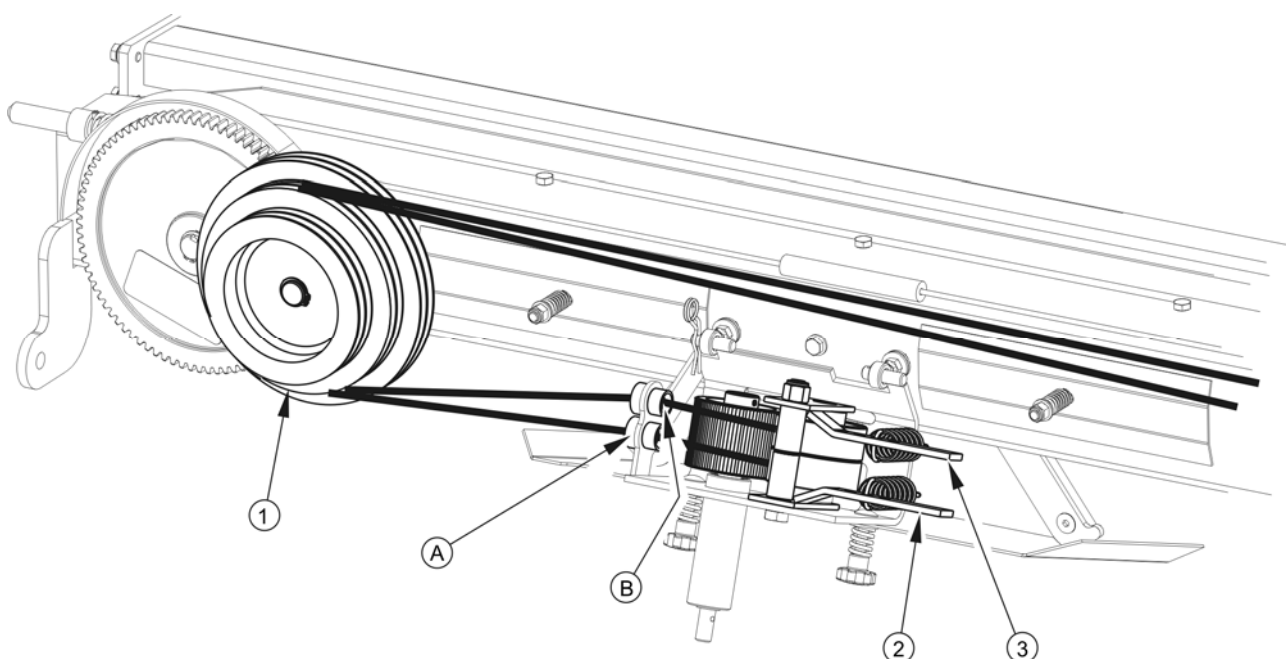

РИСУНОК 4.7 Заправка шнурка через систему управления
(1) ведущее колесо, (2) нижний рычаг, (3) верхний рычаг, (A), (B) передние направляющие для шнурка в системе управления
- ➔ Выбрать соответствующий диаметр намотки шнурка рисунок 4.7. Шнурок из отверстия в тормозе намотать на наружную канавку ведущего колеса 1 и продеть через отверстие в системе управления.